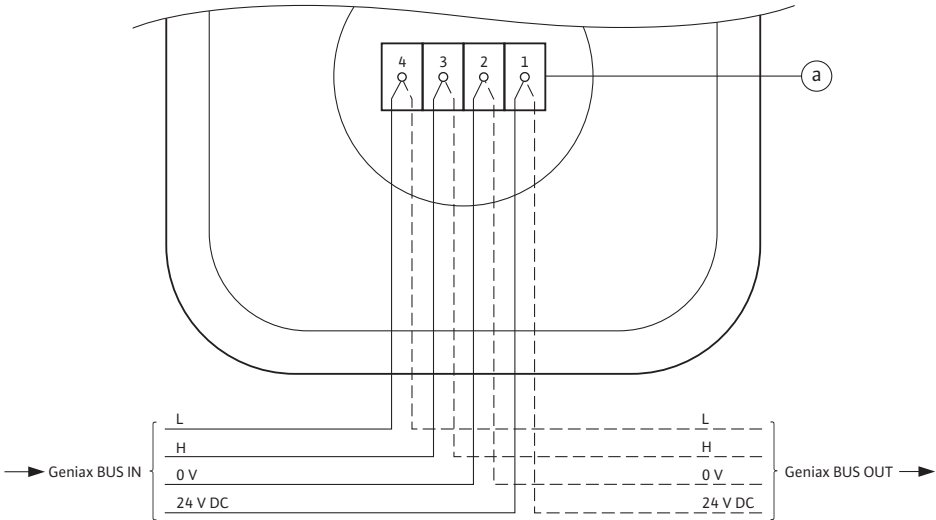

Fig.19-1a: Anschluss Geniax Ambient Sensor an Geniax Bussystem
- Die Aderenden des **ankommenden** Buskabels (Geniax BUS IN, vgl. Fig. 19-1a) 5-6 mm abisolieren.
- Die vier farbigen Adern (rot, schwarz, gelb, weiss) des **ankommenden** Buskabels (Geniax BUS IN) an die entsprechenden Klemmen des Ambient Sensor anschließen gem. Tab. 19-1 und Fig. 19-1a. Je nach Anordnung des Ambient Sensor im Bussystem:
- Die Aderenden des **weiterführenden** Buskabels (Geniax BUS OUT, vgl. Fig. 19-1a) 5-6 mm abisolieren.
- Die vier farbigen Adern (rot, schwarz, gelb, weiss) des **weiterführenden** Buskabels (Geniax BUS OUT) an die entsprechenden Klemmen des Ambient Sensor anschließen gem. Tab. 19-1 und Fig. 19-1a.